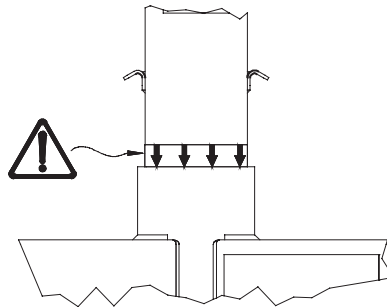

Abbildung 25. *Etikett zur Einsatzkennzeichnung an Oberer Stütze 4.7.*
6. Bei der Verwendung von SkyReach mit dem Verladesystem MkII kann die Obere Stütze 4.7 verwendet werden, um eine Verankerung 4,7 m über dem Boden zu ermöglichen. Wenn eine höhere Arbeitshöhe gewünscht wird, wählen Sie stattdessen den SkyReach Anschlussadapter 5.9. Bei dieser Lösung befindet sich die Verankerung 5,9 m über dem Boden. Die folgenden Anweisungen gelten für beide Lösungen. Die Abbildungen zeigen jedoch nur die Obere Stütze 4.7. Setzen Sie die Obere Stütze 4.7/den SkyReach Anschlussadapter 5.9 in den oberen Rahmen, während der obere Rahmen immer noch am Boden steht. Achten Sie dabei darauf, dass das Etikett zur Einsatzkennzeichnung richtig platziert ist. Siehe Abbildung 25.